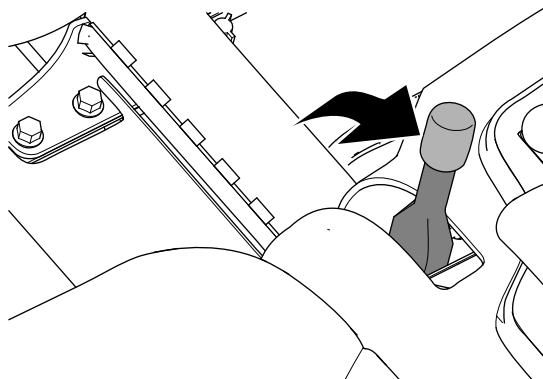

Bild 27
2. Aktivieren Sie die Feststellbremse (Bild 27).